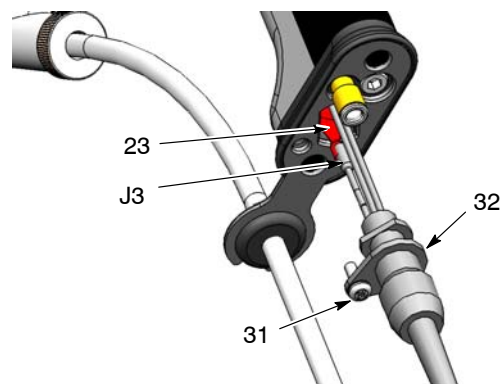

Bild 19 Demontering av styrkabel från handtaget
3. Se bild 19. Skruva ur skruven (31) som fäster kabeln (32) på pistolhandtagets nederdel.
4. Vrid kabeln för att lossa den från handtagets nederdel. Drag försiktigt i kabeln tills att man kan få tag i avtryckarens kontakt (23).